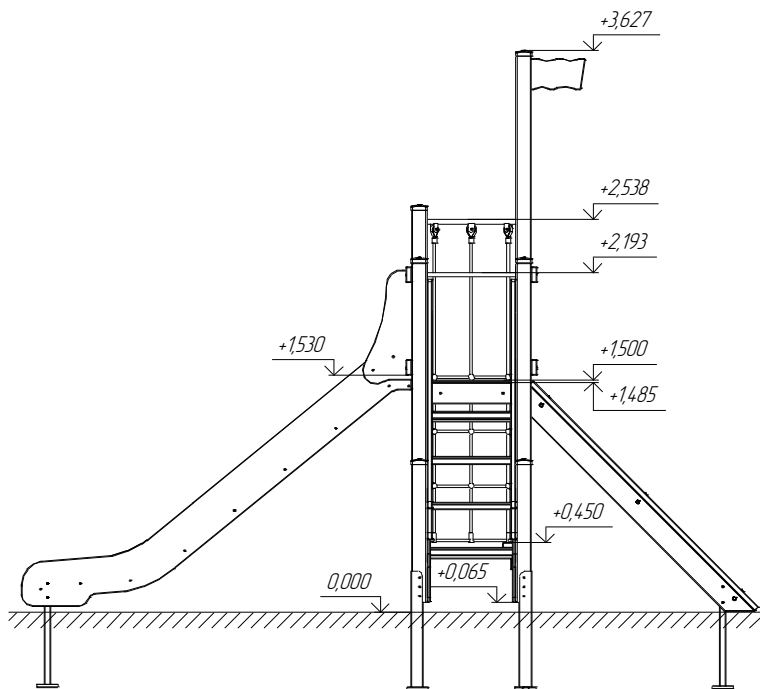

Рис.4. Схема высот.
3. Соберите каркас из досок (поз.20,21,24) с помощью саморезов 6х120 (12 шт.) и закрепите на высоте 1485 мм, указанной на рис.4 с помощью саморезов 6х90, шайб 8 и составных колпачков 8 (по 12 шт.). Затем установите доску 22 с помощью болтов мебельных М8х60 и гаек Эриксона М8 (по 2 шт.).
6. Установите ограждения (поз.3), согласно схеме на рис.4, с помощью саморезов 6х90, шайб 8 и составных колпачков 8 (по 16 шт.).